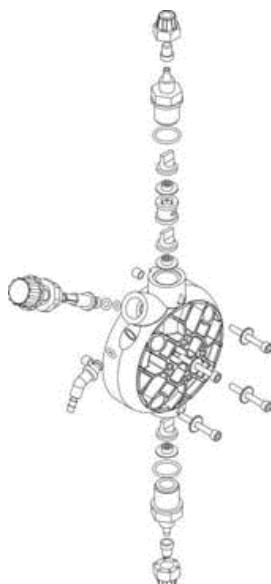

Fig. 10
- 3) Eliminer le liquide à l'intérieur de la tête de la pompe, notamment en la démontant (retirer les 4 vis) (fig. 10). Puis remonter la tête.
- 3) Eliminer le liquide à l’intérieur de la tête de la pompe, notamment en la démontant (retirer les 4 vis) (fig. 10).
Pour effectuer cette opération, si l'appareil n'est pas fixé à l'installation, le faire pulser la pompe pendant quelques secondes (15/30) en la tenant la tête en bas et sans les tubes reliés aux raccords, si ce n'est pas possible, démonter et remonter la tête de la pompe (fig. 10), par les quatre vis de fixation.